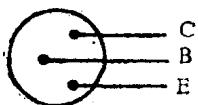

图 5
①三根管脚摆成等腰三角形，管脚朝上，三角形底边（距离宽的一边）对自己。三角形顶点朝外，则左边是发射极，右边是集电极，中间是基极（口诀是：管脚朝上头朝下，缺口对自己，左“发”、右“集”、“中间”“基”），如图 5 所示。